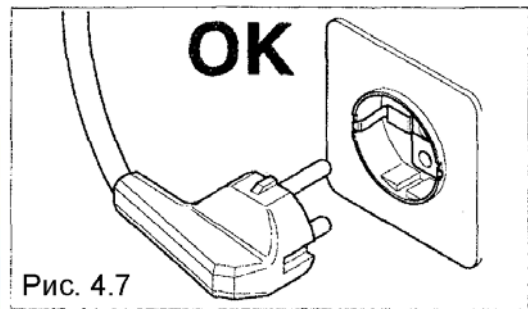

Рис. 4.7
- Автомат оснащен сетевым шнуром H05VV-F $3 \times 1,5 \text{ мм}^2$ с вилкой SCHUKO (рис. 4.7).